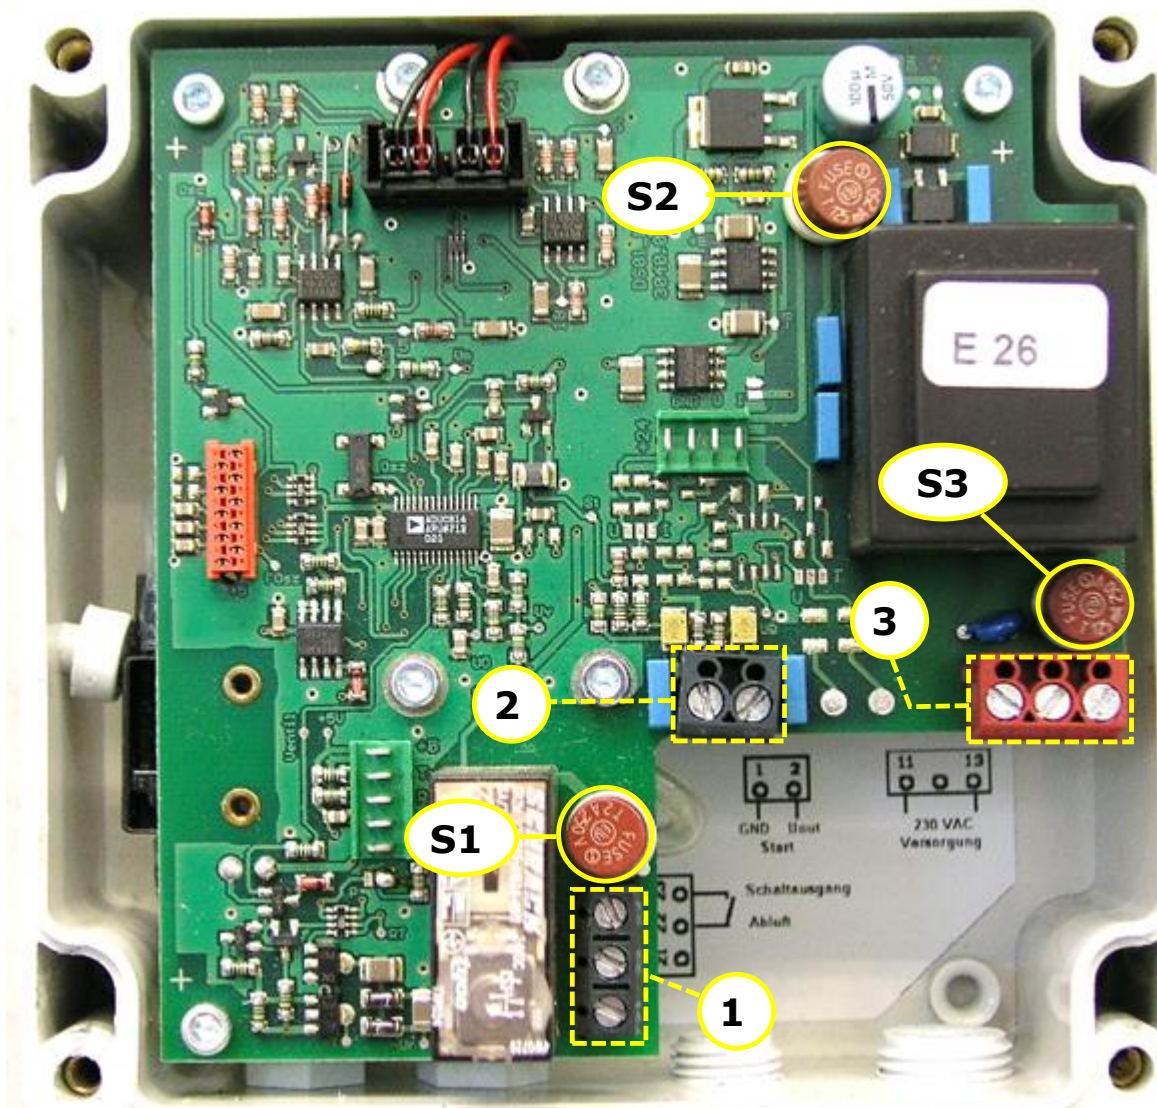

Abb. 12: Übersicht elektrische Anschlüsse und Sicherungen DS 01 L
- An den Klemmen 1+2 (Abb. 12 Pos. 2) niemals 230 V anlegen, da sonst das Gerät beschädigt wird.
1	Klemme 22 und 23 im DS 01 L (siehe Abb. 12 Pos. 1)